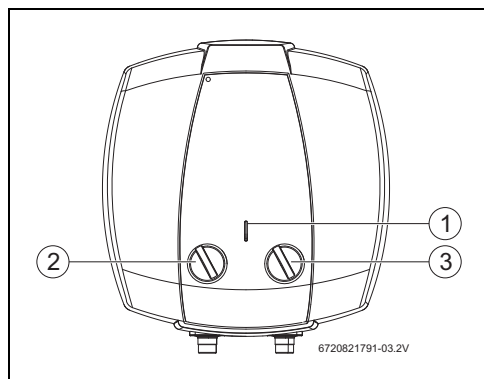

Fig. 11 Interfața utilizatorului
- ▶ Pentru a seta termostatul la cea mai înaltă temperatură, acesta se rotește către dreapta până la atingerea opritorului (→ Fig. 11, [4]).